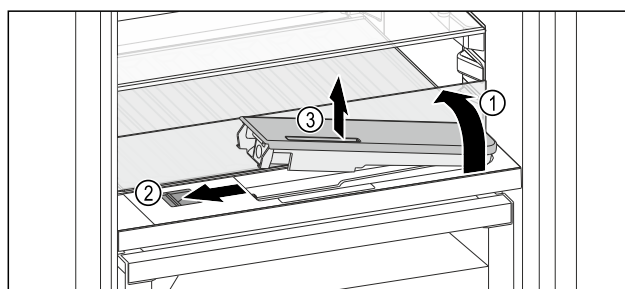

Fig. 188
- Sollevare il ripiano di vetro e ribaltarlo all'indietro fino all'arresto Fig. 188 (1).
- Spostare il cursore Fig. 188 (2) a sinistra.
- Rimuovere il serbatoio dell'acqua Fig. 188 (3).